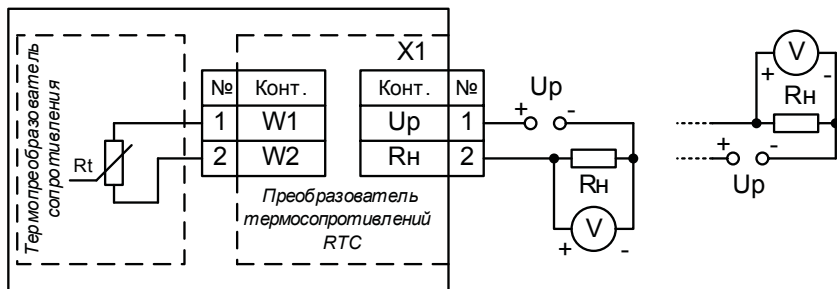

Рис. 4.1 Схема подключения преобразователя термосопротивлений
8.6.3 Два сигнальных провода подключить к разъёму Х1 преобразователя. Полярность подключения - любая. Схема подключения преобразователя представлена на рис. 4.1.